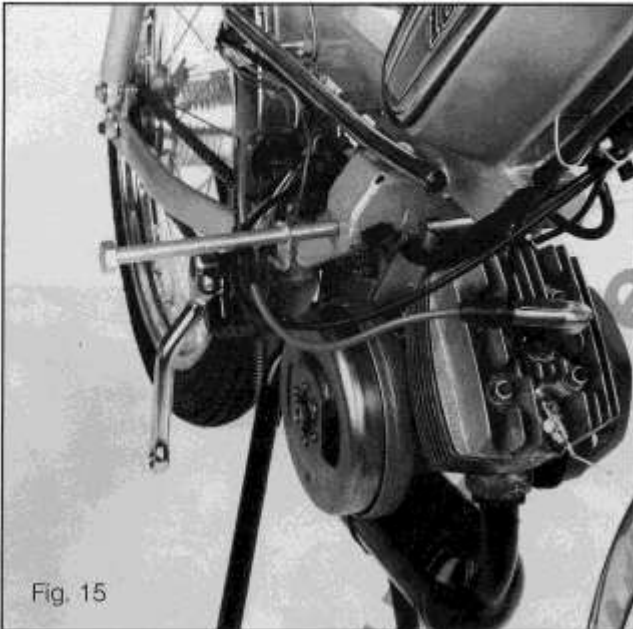

Fig. 15
- En même temps que l'on retire partiellement la vis d'articulation du moteur, introduire une broche pour maintenir le bras de suspension arrière (*figure 15*).